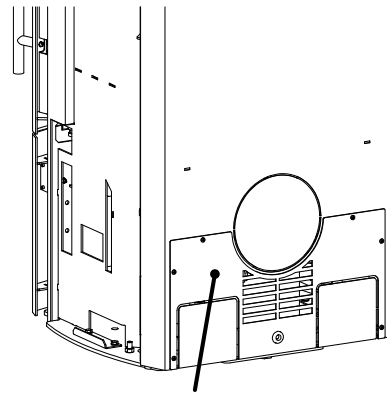

Fig. 1 Revestimiento para conexión hidráulica
- Desatornillar el revestimiento para conexión hidráulica del panel trasero (Fig. 1).